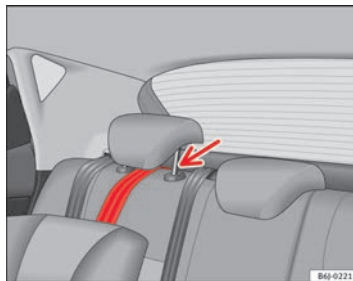

Abb. 28 Befestigungsgurt: korrekte Einstellung und korrekter Einbau
- Führen Sie den Befestigungsgurt des Top Tether unter der Rückkopfstütze hindurch ⇒ Abb. 28 (dazu ggf. die Kopfstütze nach oben verstellen).